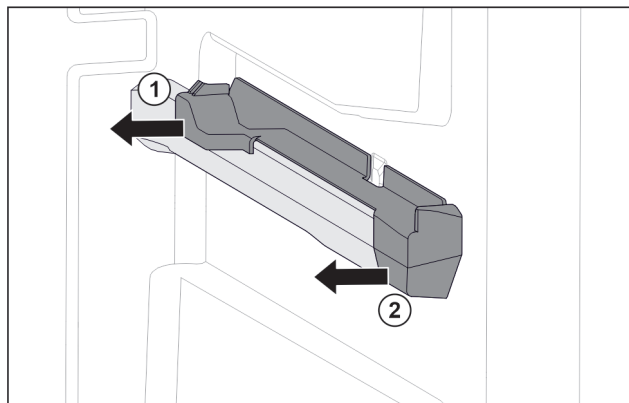

Fig. 84 Násuvný diel na pravom rebre nádoby
- ▶ Stiahnite násuvný diel vzadu do strany. Fig. 84 (1)
- ▶ Stiahnite násuvný diel vpredu do strany. Fig. 84 (2)